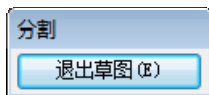

图 14-17 草图模式中的退出按钮
- 草图分割：需要一个投影草图，单击【生成草图】按钮，弹出如图 14-17 所示对话框，进入草图模式。在模型区选择平面，绘制草图，然后单击【退出草图】按钮。回到【分割】选项卡，选择投影草图和投影面，最后单击【生成分割】按钮，选择的面完成分割。